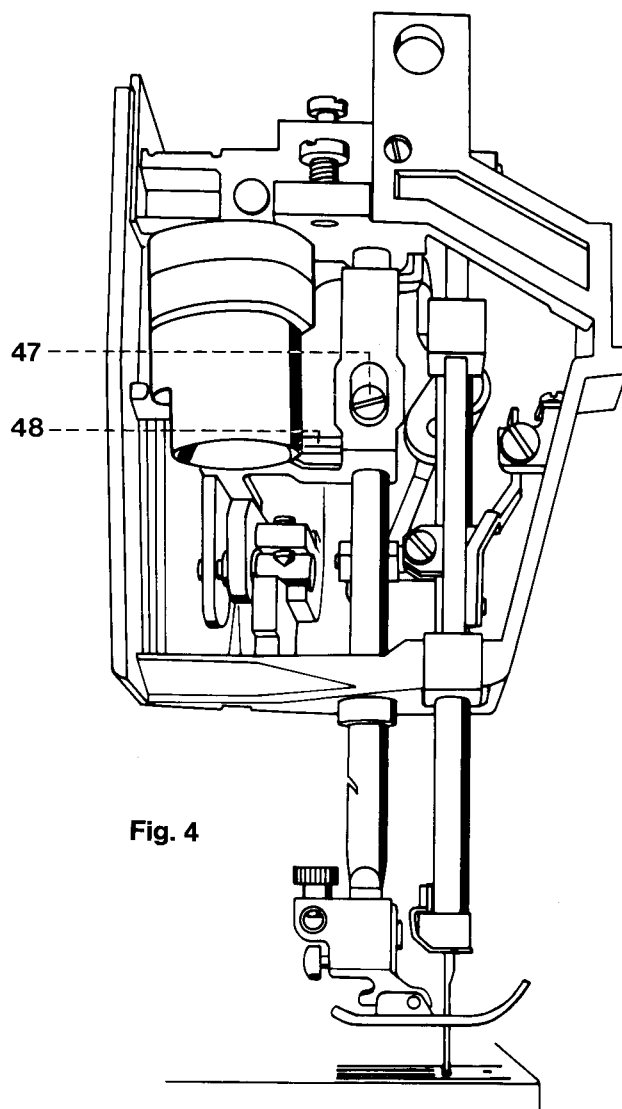

Fig. 4
- Die Schraube 47 lösen (siehe Abb. 4).
- Loosen screw 47 (Fig. 4).
- Desserrer la vis 47 (voir fig. 4).
- Gleichzeitig die Nähfußlehre Nr. 63114 690–35 von hinten unter den Zickzackfuß und in die Ausschnitte der Stichplatte einsetzen (Fig. 4 c).
Die Abstandslehre soll den Zickzackfuß jedoch nicht anheben bzw. die Oberfaden-Auslösung 44 muß spielfrei sein (Fig. 4 d).
- Den Zickzackfuß bei hochgeschaltetem Stoffdrückerhebel drehen, bis er parallel zu den Stegen der Abstandslehre steht (Fig. 4 c).
- Die Schraube 43 lösen (Fig. 4 f).